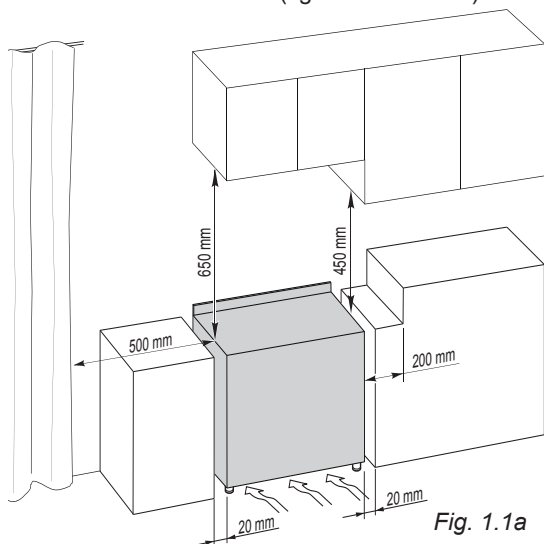

Fig. 1.1a
Les conditions de montage, en ce qui concerne la protection contre la surchauffe des surfaces contiguës à la cuisinière, doivent être conformes aux figures 1.1a ou 1.1b.
Si la cuisinière est installée près d'un meuble qui est plus haut que le dessus de la table de travail de la cuisinière, un espace d'au moins 200 mm doit être aménagé entre le côté de la cuisinière et le meuble (figs. 1.1a ou 1.1b).
■ Classe 1 (fig. 1.1a)